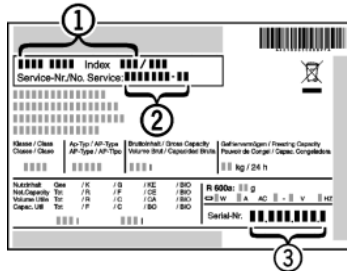

Fig. 4
▶ Наименование устройства Fig. 4 (1), сервисный № Fig. 4 (2) и серийный № Fig. 4 (3) считайте с заводской таблички. Заводская табличка находится внутри устройства слева.
- ▶ Обратитесь в сервисную службу и сообщите вид неисправности, наименование устройства Fig. 4 (1), сервисный № Fig. 4 (2) и серийный № Fig. 4 (3).